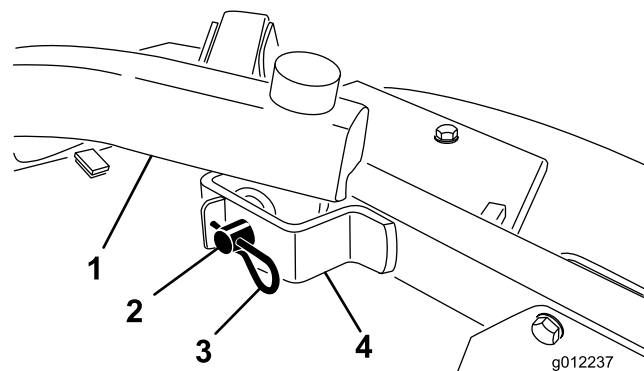

図 21
4. 昇降アームをキャスタアームブラケットに固定しているヘアピンコッターとクレビスピンを外す 図 21。